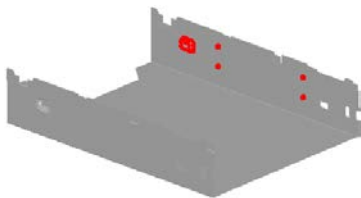
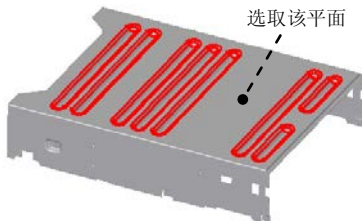
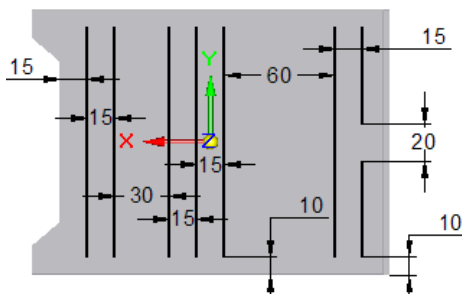

图 8.8.51 镜像特征 5
图 8.8.52 加强筋特征 1
图 8.8.53 截面草图
- ① 定义阵列类型。在“阵列”命令条**翻转**后的下拉列表中选择**固定**选项。
- ② 定义阵列参数。在“阵列”命令条**X:**后的文本框中输入阵列个数为 2，输入间距为 80；在“阵列”命令条**Y:**后的文本框中输入阵列个数为 2，输入间距为 15。
- ③ 单击按钮，退出草绘环境。
- (5) 单击**完成**按钮，完成特征的创建。
Step21. 创建图 8.8.51 所示的镜像特征 5。
- (1) 选取要镜像的特征。选取 Step18~Step20 所创建的特征为镜像源。
- (2) 选择命令。单击“主页”功能选项卡“阵列”工具栏中的 **镜像**按钮。
- (3) 定义镜像平面。选取前视图 (XZ) 平面为镜像平面。
- (4) 单击**完成**按钮，完成特征的创建。
Step22. 创建图 8.8.52 所示的加强筋特征 1。
- (1) 选择命令。在“主页”功能选项卡“钣金”工具栏中单击 **凹坑**按钮，选择 **加强筋**命令。
- (2) 绘制加强筋截面草图。选取图 8.8.52 所示的模型表面为草图平面，绘制图 8.8.53